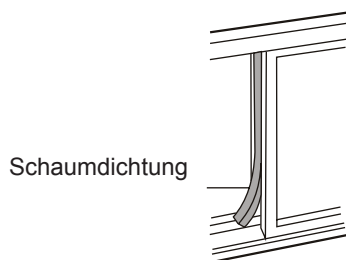

Abb. 15
6. Schneiden Sie die Schaumstoffdichtung auf eine geeignete Länge und dichten den offenen Spalt zwischen dem oberen Fensterflügel und dem äußeren Fensterflügel. Wie in Abb.15 gezeigt wird.